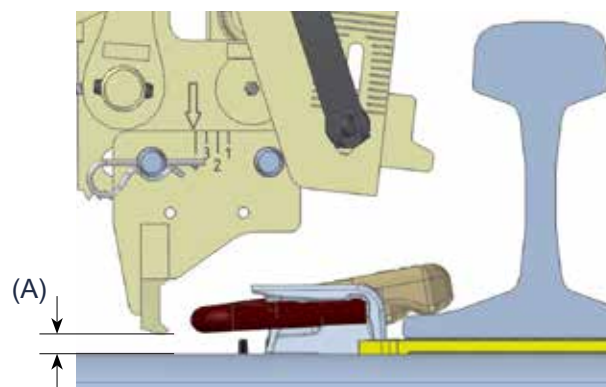
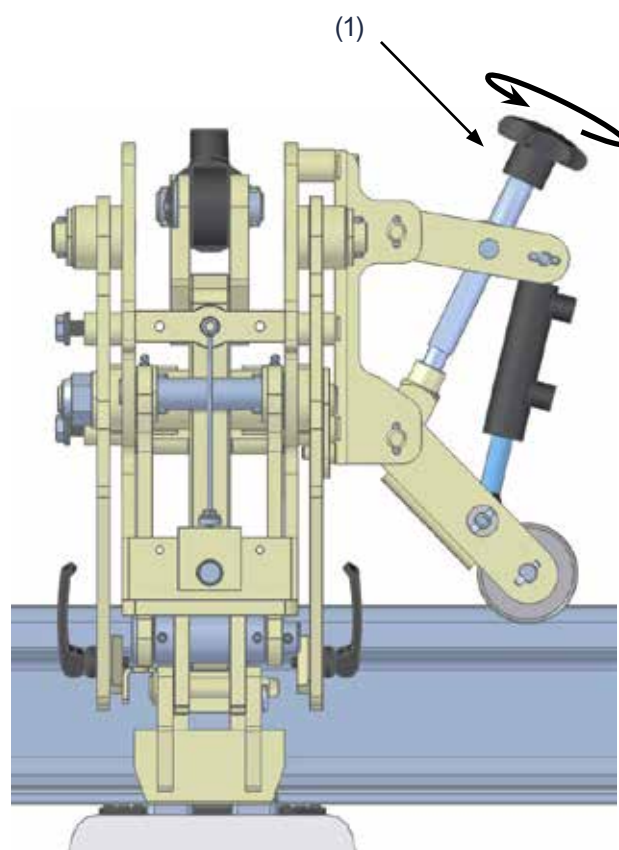

Fig 76.
Fig 77.
3. Aktivera dödmansgreppet samt verifiera att befästningsstålet är i rätt höjd i förhållande till clipset. Detta beror på typen och dimensionen av den aktuella rälsen. Om nödvändigt, justera höjden genom att vrida på justerratten (1) Fig 77. Avståndet (A), Fig 76 bör vara mellan 10-13 mm för FASTCLIP FE och 8-11 mm för FASTCLIP FC.